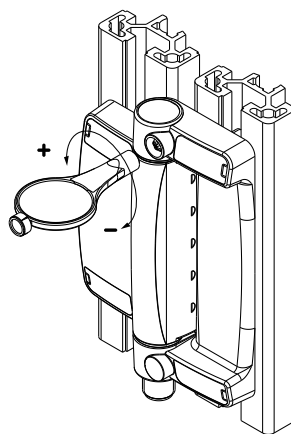

図 6
2. 調整工具を使い、NC接点を最大ドアギャップにて開く様、にセットします。時計回りで角度は小さくなり、反時計回りでは大きくなります (図6); 内部取り付けでは反対になります。開閉角度を小さくするためには、反時計回りに回し、内部取り付けの場合には、逆に開閉角度は大きくなります(図6)。強制開離角度は設定されたスイッチ角度より7° 大きくなります。